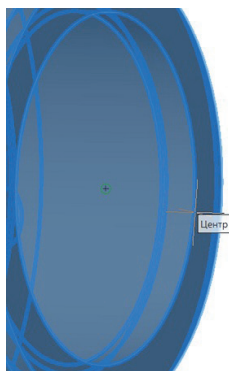

Рис. 24. Поиск центра окружности торца наведением курсора на окружность
- Предварительно измените стиль отображения на *Точный с показом ребер*, а затем наведите курсор на окружность торца стакана (рис. 24). После этого автоматически сработает привязка к центру.